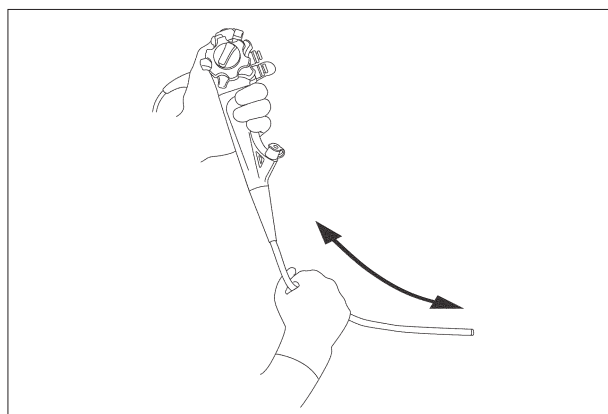

Рис.3.2
4. Произведите тщательное обследование кончиками пальцев всей поверхности вводимой трубки в обоих направлениях (см. рис. 3.2). Убедитесь в отсутствии выступающих участков металлической проволоки на вводимой трубке. Также убедитесь в том, что вводимая трубка имеет нормальную гибкость.